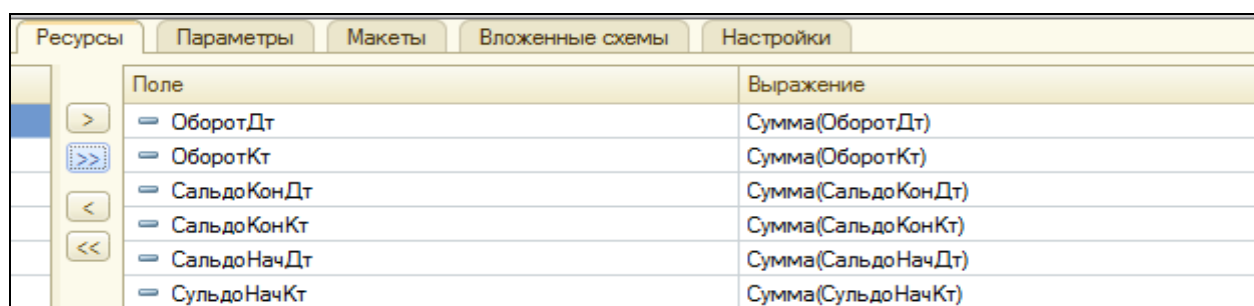

Рисунок 7.16 Ресурсы отчета
6. Перейти на закладку **Ресурсы** и кнопкой двойные угловые скобки перенести все ресурсы (рис.7.16).